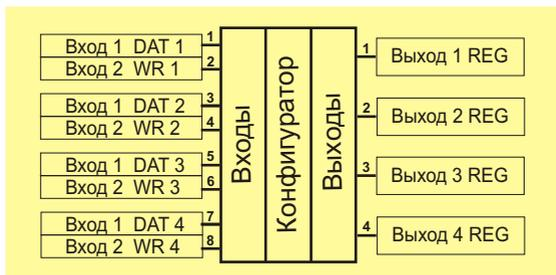

Рис. 77. Блок “Регистр”.
9.3.15 Блок **Регистр** имеет 8 входов и 4 выхода и содержит 4 элемента. Каждый элемент блока имеет 2 входа: **DAT** (данные) и **WR** (управляющий сигнал), а также, 1 выход. Схематическое изображение архитектуры блока **Регистр** смотрите на Рис. 77.